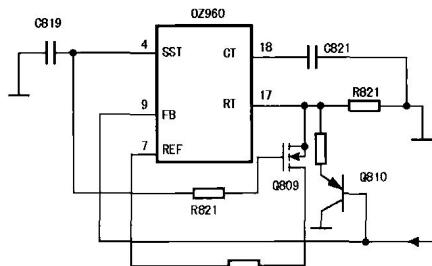

图 1-7
Q809 漏源极间的导通度,即实现⑯脚电阻变化控制,实现软启动期间点灯电压的形成,如图 1-7 所示。OSC 产生的振荡脉冲信号经 PWM 移相电路,及 IC 内 P/N 沟道缓冲放大电路后,从⑪、⑫、⑯、⑰脚按序送出,以并联方式分别接入 Q801、Q805、C806、C807、C809、变压器 T801,组成一组全桥式液晶背光灯工作供电电路,⑪、⑫、⑯、⑰脚和 Q811、Q812、T802 组成另一组背光灯工作电路。Q801、Q805、Q811、Q812 是四只相同的 IC,型号为 AM4502,内部集成了两块 P/N 沟道耗尽型 CMOSFET 管 G 极,如图 1-8 所示。全桥电路工作原理用图 1-9 来说明,它是重新整理的结构图。